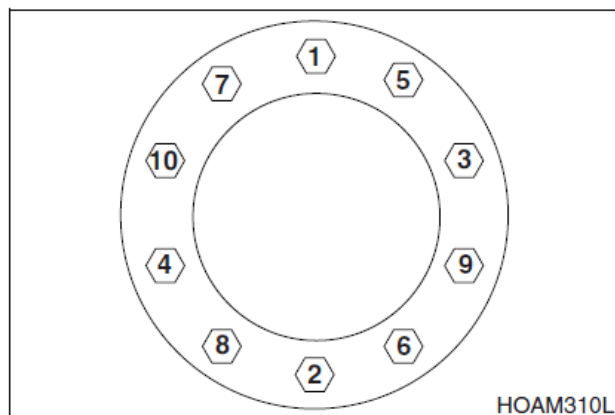

Рис. 114
10. Следовать схеме затягивания гаек колеса, представленной на рис. 114. Затягивать указанным моментом. Момент затяжки 55 – 60 кг/м.